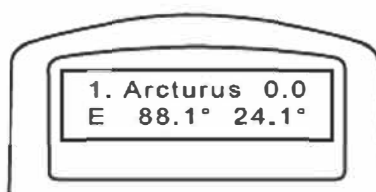

Рис. 40
4. Пульт управления вычисляет и создает список звезд, расположенных на выбранном секторе небесной сферы с блеском менее 1,5 звездной величины, в порядке от самой яркой звезды до самой слабой. При этом все звезды и планеты, находящиеся ниже 10 и выше 75 градусов над уровнем горизонта, в список не включены. Название и звездная величина звезды для позиционирования отображается в первой строке на ЖК-экране пульта управления. Приблизительное местоположение объекта отображается во второй строке пульта. Например, если в качестве объекта для позиционирования предлагается звезда Арктур (Arcturus), на ЖК-экране пульта управления отображается ее звездная величина 0,0, и координаты 88,1 градус по азимуту и 24,1 градус по высоте от линии горизонта, как показано на **рис. 40**. Для продолжения, нажмите клавишу **«ENTER»**.